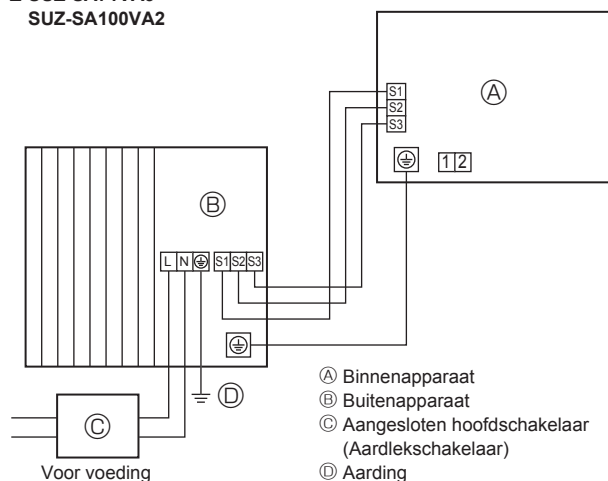
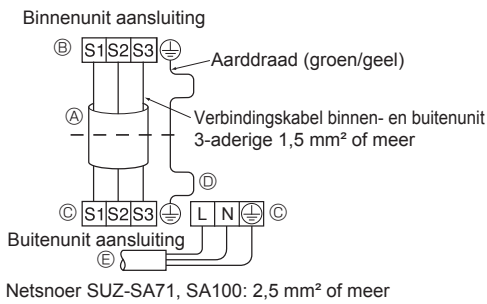
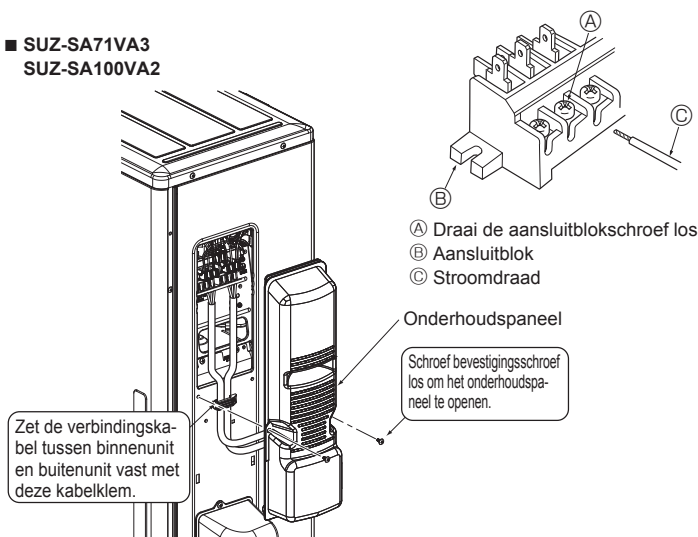

Fig. 5-1
Fig. 5-2
Fig. 5-3
### 5.1. Buitenunit (Fig. 5-1, Fig. 5-2, Fig. 5-3, Fig. 5-4)
- ① Verwijder het onderhoudspaneel.
- ② Sluit de kabels aan volgens Fig. 5-1, Fig. 5-2, Fig. 5-3 en Fig. 5-4.
- Leg de bedrading aan zoals aangegeven in het diagram links onderaan. (Schaf de kabel ter plaatse aan) (Fig. 5-2)
- Zorg dat de kabels goed worden aangesloten. (Fig. 5-3)